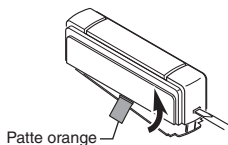
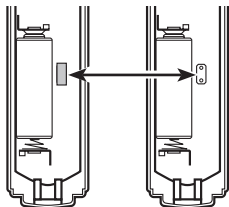

Figure 1
**Figure 3**
1. Retirez la languette orange de la pile du bouton-poussoir. Ôtez la partie arrière du boîtier en enfonçant la patte du bas au moyen d'un petit tournevis (voir la Figure 1). Retirez la languette orange.
- **Au moyen de vis :** Pour faire l'installation avec les vis, enlevez le dos du boîtier en poussant sur les agrafes de la base avec un tournevis (voir la Figure 1). *Note :* Enlevez les débris des trous de vis (au besoin) avant d'installer les vis. Fixez le dos du boîtier au chambranle ou au mur (voir la Figure 3). Enclenchez la partie avant de l'unité de bouton-poussoir en place.